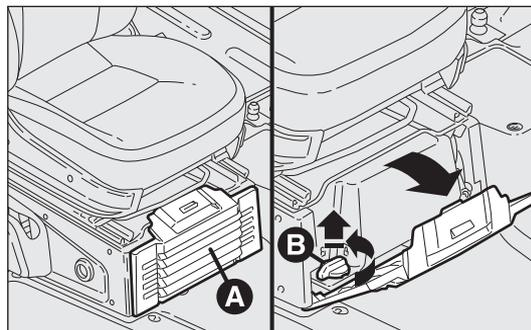

fig. 92
- Abra la tapa A y sáquela tal como muestra la fig. 92;